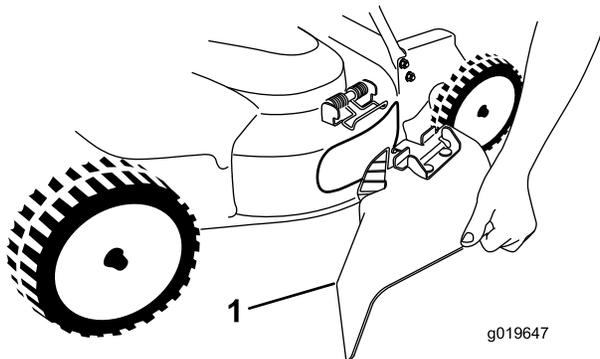

Figure 21
- Pour monter l'éjecteur latéral (Figure 21), tirez sur le ressort, placez l'éjecteur sur l'ouverture et abaissez le ressort sur les pattes en haut de l'éjecteur.